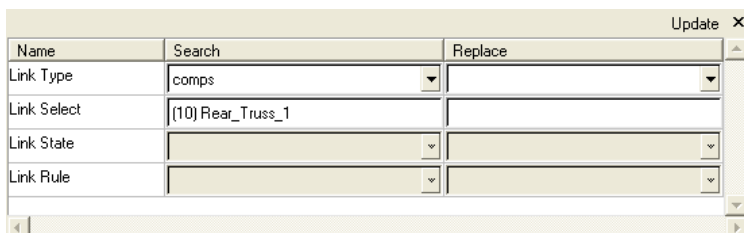

图 6-63 选择 Rear_Truss_1
- (4) 单击 component，选择 Rear_Truss_1，如图 6-63 所示。
- (5) 单击 proceed 按钮，选择该 component。